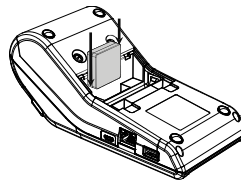

Рисунок 6. Установка ФН
- 2 Установить ФН в корпус ККТ (рисунок 6).